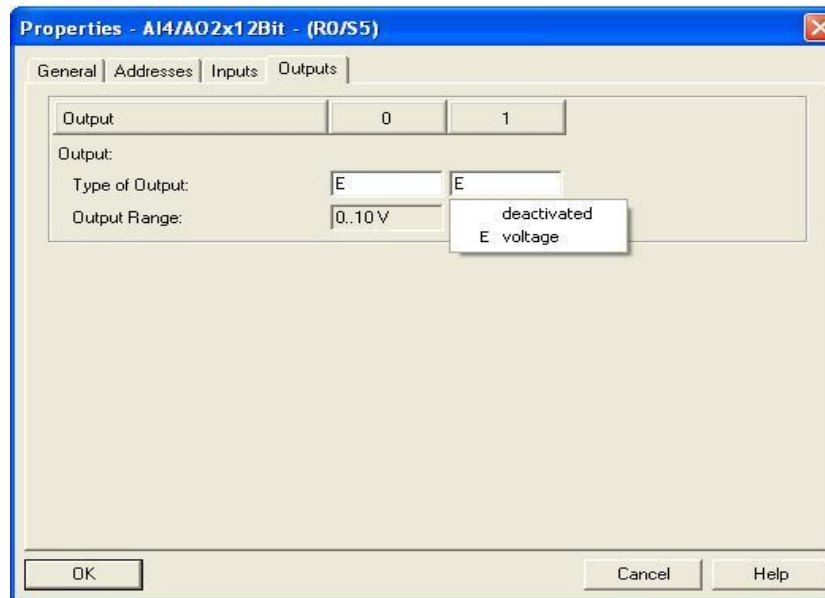

Figura 2.6: Object Properties - Outputs.
- Por último, abra a aba *Outputs* (ver figura 2.6). Veja que a menos do parâmetro *Integration time*, esta aba é muito semelhante à aba *Inputs*. Para configurar seus parâmetros, basta seguir as recomendações expressas no item anterior.